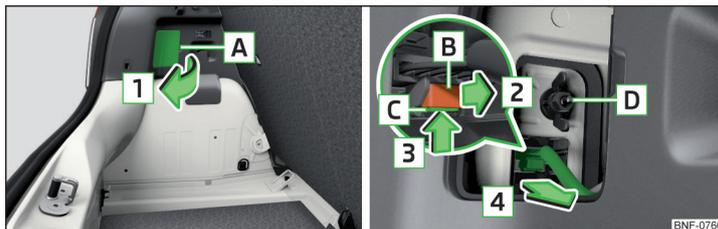

Abb. 179 Leuchte ausbauen / Stecker abziehen
- › Die Blende im Bereich **A** in Pfeilrichtung **1** » Abb. 179 aufklappen.
- › Die Kunststoffmutter **D** » Abb. 179 aufschrauben und festziehen.